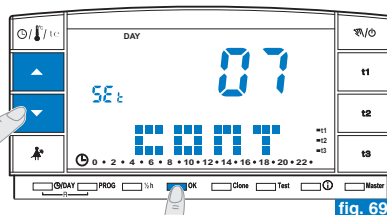

fig. 69
- Modificare il valore di contrasto selezionando utilizzando i tasti  ; ad ogni impulso corrisponde una variazione di 1 punto (esempio in fig. 69).
- Dalla videata di visualizzazione del contrasto del display (esempio in fig. 69) premere i tasti ▲▼ per visualizzare il livello "02" LCd dAY (esempio in fig. 70).
- Dalla videata di visualizzazione del contrasto del display (esempio in fig. 69) premere i tasti ▲▼ per visualizzare il livello "01" LCd OFF (esempio in fig. 72).